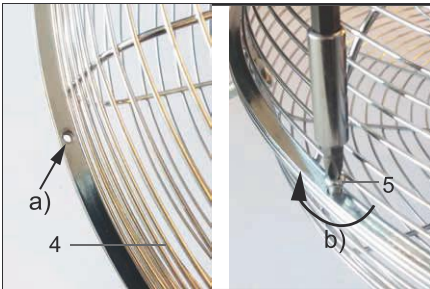

Fig. 58: Montaż kratownicy ochronnej
Wszystkie otwory obu połówek muszą się pokrywać. Patrz rys. 58 a).
5. Następnie wprowadzić śruby krzyżakowe (5) w przeznaczone do tego otwory obu połówek kratownicy.
6. Dokręć śruby po przekątnej zgodnie z ruchem wskazówek zegara; rys. 58 b).